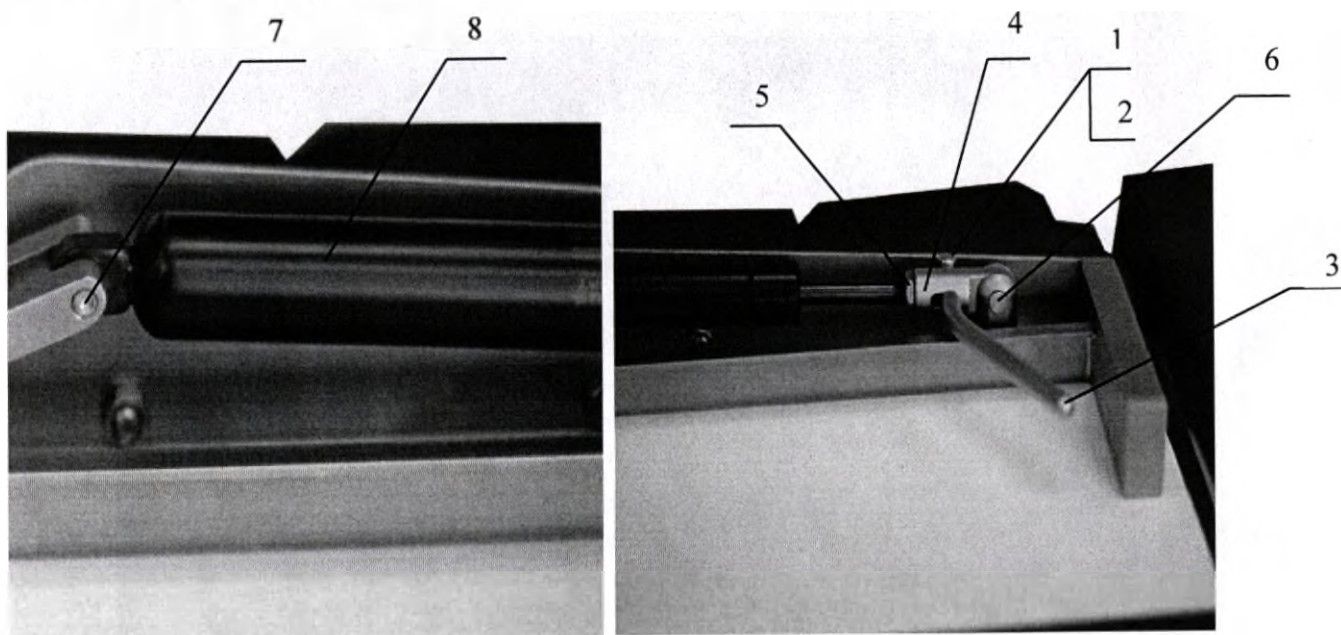

Рисунок 15. Замена газовых пружин панели стола.
- 12.4.1 Отверните винты 1 (Рисунок 15) и втулки 2.